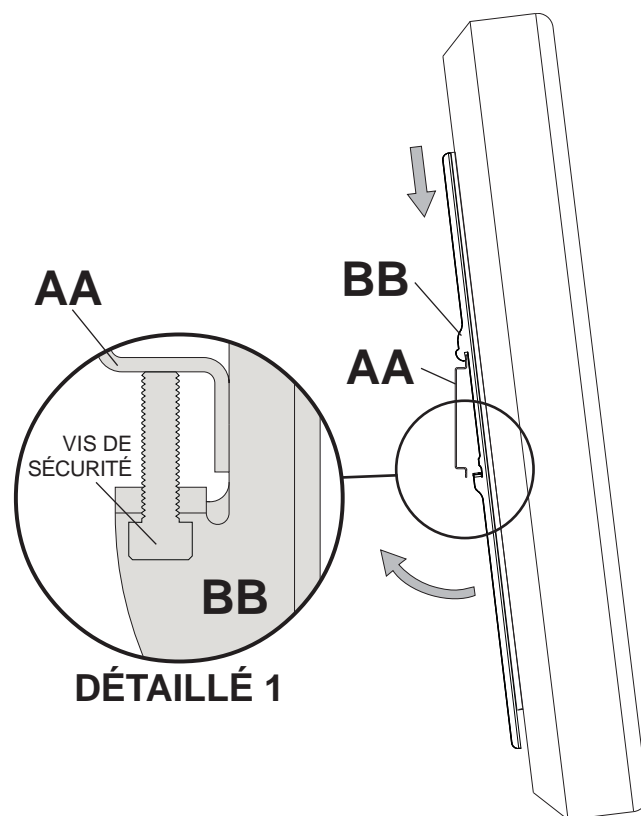
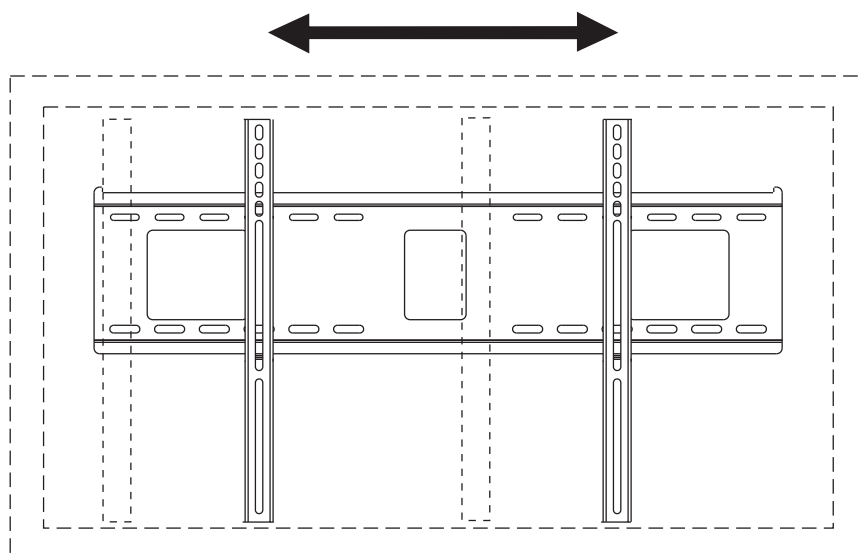

fig. 3.1
fig. 3.2
- 3** Accrochez les supports adaptateurs (**BB**) à la plaque murale (**AA**). Puis, faites pivoter lentement l'écran vers l'intérieur, comme illustré. Tournez les vis de sûreté/sécurité à l'aide d'une clé hexagonale (**EE**) au moins six fois dans le sens horaire pour éviter le retrait de l'écran comme illustré dans le dessin de détail 1 de la fig. 3.1. L'écran peut être réglé horizontalement selon le besoin comme illustré à la fig. 3.2.